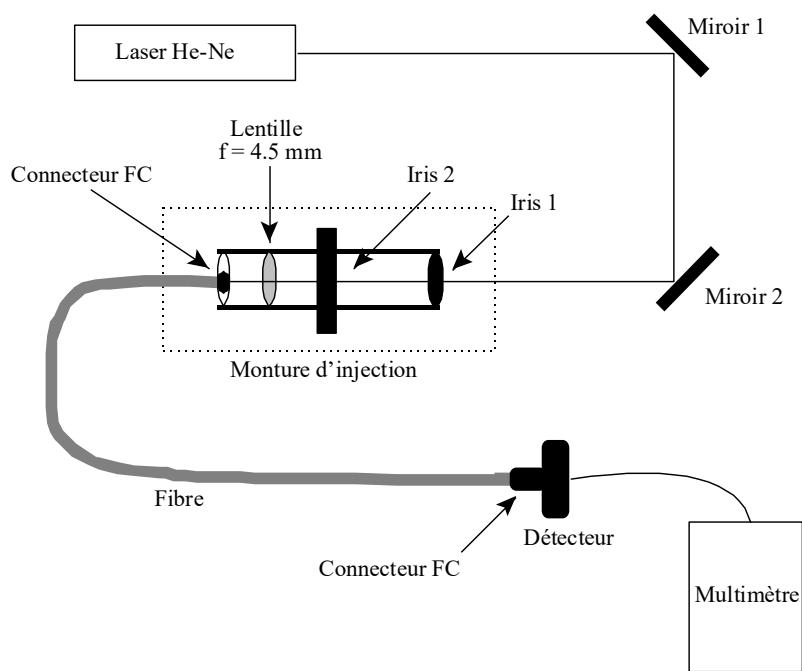

Figure 6
1. Produisez le montage de la figure 6. Les composantes que vous avez besoin devraient être à portée de main. Au besoin, n'hésitez pas à aller fouiller dans les tiroirs à l'entrée du laboratoire et demander de l'aide au responsable.